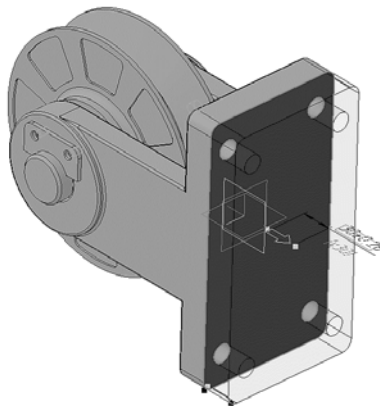

Рис. 46. Операция «Выдавливание»
- 3.1.8 В поле **Расстояние 1** на Панели свойств введите значение 30 (рис. 46).